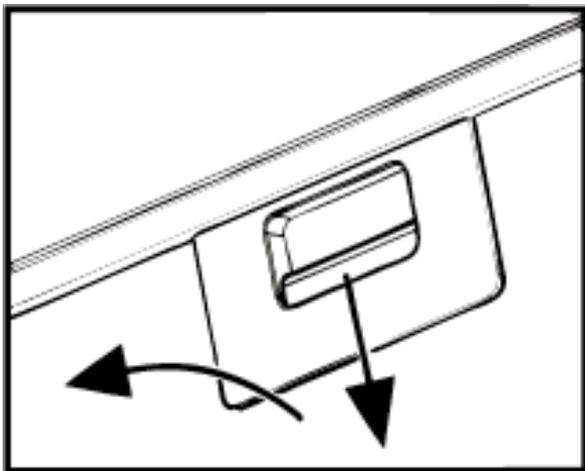

Рис.6
8.6 Для зняття алюмінієвого фільтру (рис.6) слід натиснути на пружинну засувку і, потягнувши на себе і вниз, зняти фільтр з панелі. Встановлення фільтру виконується в зворотному порядку.